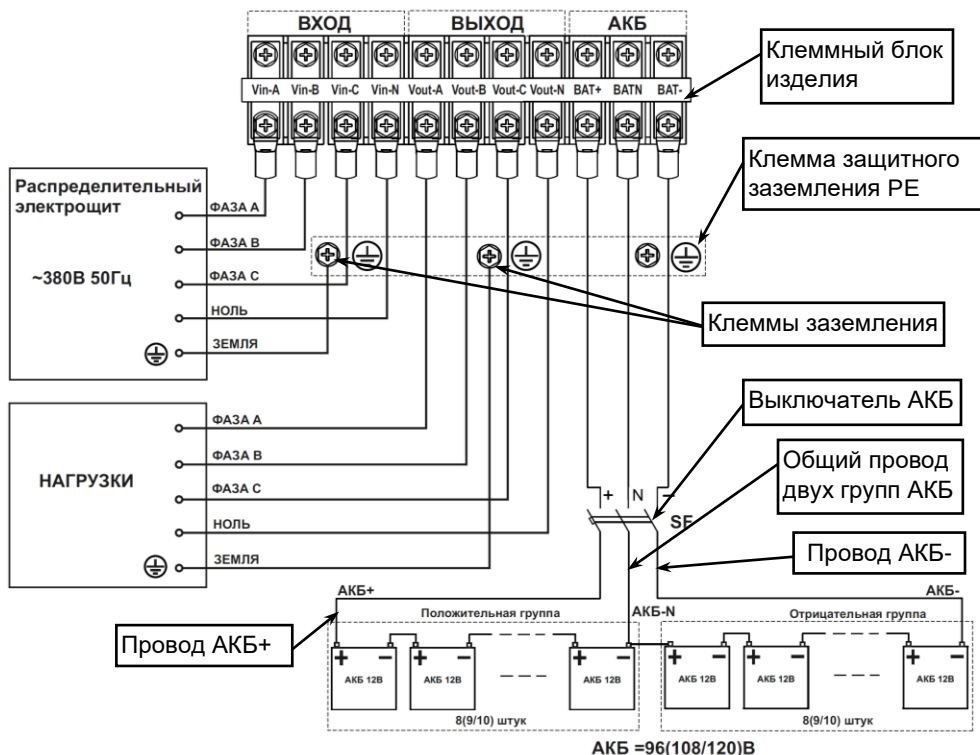

Рисунок 23 – Схема подключения изделия и монтажа аккумуляторной батареи.
- Включите защитный автоматический выключатель АКБ (SF) или выключатель группы предохранителей (при их использовании), см рисунок 23.
Между АКБ и изделием должен быть подключен DC – совместимый терромагнитный трехполюсный защитный автоматический выключатель SF, (или другое устройство защиты, например группа предохранителей с трехполюсным выключателем), расположенный как можно ближе к АКБ, см. рисунок 23.
- номинальное напряжение выключателя должно быть не менее рабочего напряжения положительной/отрицательной группы АКБ (см. рисунок 23);
Затем выполнить, **с соблюдением полярности**, последовательное соединение аккумуляторных батарей 12В, в соответствии с двуполярной схемой (см. рисунок 23) при помощи перемычек АКБ (**перемычки АКБ в комплект поставки НЕ входят**).
- Проводники фаз А, В, С и провод N питающей линии от распределительного щита, предназначенные для подключения на входы изделия, должны быть обесточены (см. рисунок 23)
- подключение кабелей к клеммному блоку выполняйте в соответствии со схемой (см рисунок 23) и маркировкой, нанесенной на клеммном блоке изделия;
- подключите провода заземления кабелей подключения питающей сети и нагрузки к соответствующим клеммам заземления изделия (см. рисунок 23);
- к клеммам заземления каждого изделия подключите провода заземления кабелей подключения питающей сети и нагрузки (см. рисунок 23);